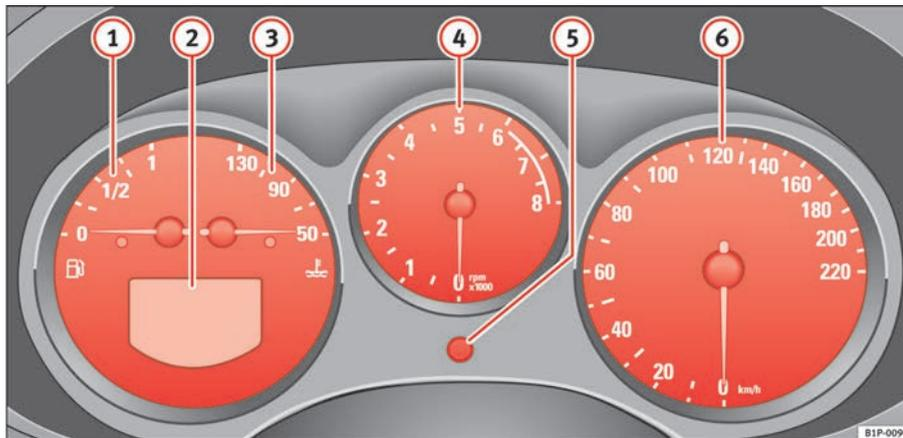

Fig. 32 Vue partielle du tableau de bord : tableau de bord
Le début de la zone rouge du compte-tours ⇒ page 59, fig. 32  représente, pour chaque vitesse, le régime maximal autorisé du moteur à sa température normale de fonctionnement. Il est recommandé d'engager la vitesse immédiatement supérieure, d'enclencher le levier sélecteur en position D ou de lever le pied de l'accélérateur avant que l'aiguille n'atteigne cette zone.
- Pour régler les heures, tournez le bouton de réglage ⇒ page 59, fig. 32  vers la gauche jusqu'en butée. Tournez brièvement le bouton de réglage vers la gauche pour faire avancer les heures par pas de une heure.
Le totalisateur droit enregistre les trajets partiels. Le dernier chiffre indique les centaines de mètres. Le compteur pour les trajets courts peut être remis à zéro en appuyant sur le bouton de remise à zéro ⇒ page 59, fig. 32 ⑤.